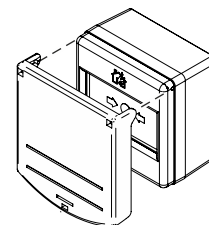

Fig. 9
- Engage the protective cover in the two recesses in the housing cover (see Fig. 9).
- Klinken Sie den Schutzdeckel in die beiden Vertiefungen im Gehäusedeckel ein (Fig. 9).